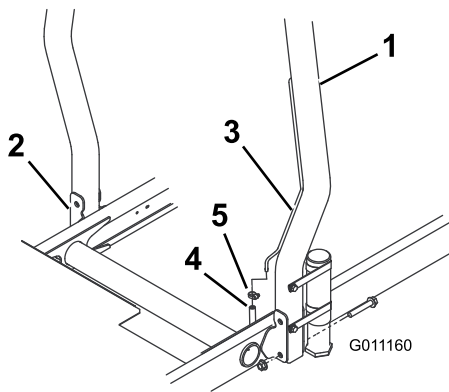

図 12
1. ROPSを機体の固定穴に差し込み、取り付け穴を整列させる。ROPSについている換気管が機体の左側にくるように配置すること 図 12。
2. ROPS のそれぞれの側をフランジヘッドキャップスクリューとロックナット各 2 で固定する 図 12。締め具を $81\text{N}\cdot\text{m}$ $8.3\text{kg}\cdot\text{m}$ = $60\text{ft}\cdot\text{lb}$ にトルク締めする。